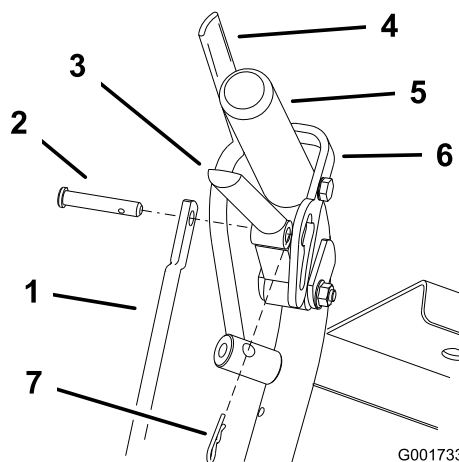
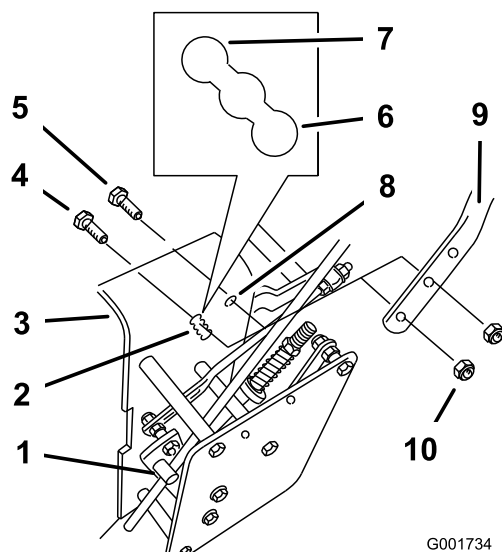

Figura 18
Figura 19
- Staccate le coppiglie e i perni con testa dalle leve della trazione e dai dispositivi di blocco in folle (Figura 18).
2. Allentate il bullone flangiato (3/8 x 1-1/4 poll.) e il dado flangiato superiori che assicurano la stegola al telaio posteriore (Figura 19).
3. Allentate il bullone flangiato (3/8 x 1 poll.) e il dado flangiato superiori che assicurano la stegola al telaio posteriore (Figura 19).
5. Regolate la lunghezza dell'asta di comando ruotando l'asta sul relativo raccordo (Figura 18 e Figura 19).
6. Montate la coppia tra la leva di trazione e il dispositivo di blocco in folle inserendola nel perno con testa (Figura 18).